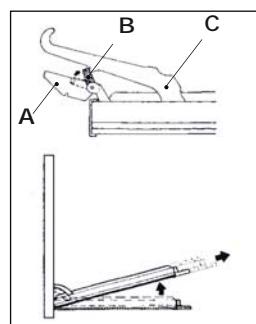

Fig. 6
Las bisagras (A) están dotadas de dos patillas móviles (B) enganchadas los soportes de las bisagras (C), cuando la puerta está completamente abierta, esta queda bloqueada. Se abre la puerta hacia el exterior cumpliendo con los dos movimientos ilustrados (**Fig. 6**), para realizar esta operación se agarran los laterales de la puerta cerca de las bisagras. Para volver a colocar la puerta, introducir las bisagras en las rendijas correspondientes. Antes de cerrar la puerta, no se olvide de retirar las patillas móviles (B) que han servido para enganchar las dos bisagras.